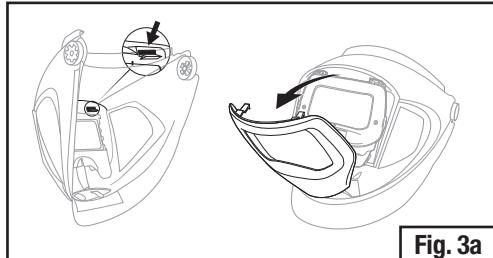

Fig. 3a
- Remova o painel frontal de prata pressionando as abas do de prata do interior da máscara para liberar o mecanismo de fecho e em seguida, empurre a aba através das aberturas (área mostrada na Fig. 3a).